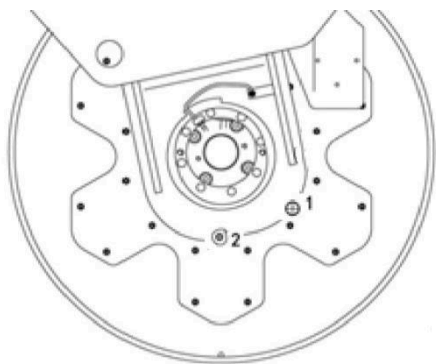

Рис. 3-31 Вибрационный валец
5. Замена масла вибрационного вальца (Рис. 3-31)